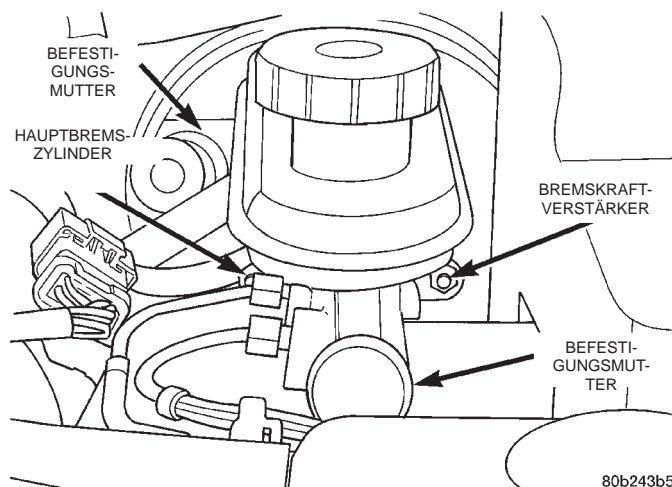

Abb. 13 Befestigung/Hauptbremszylinder an Bremskraftverstärker
(16) Die beiden Muttern lösen, mit denen der Hauptbremszylinder am Bremskraftverstärker montiert ist (Abb. 13).